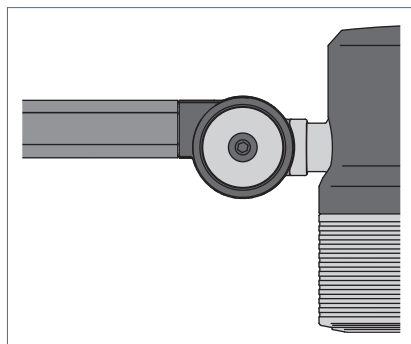

Fig. 4: Giunto e vite del giunto.
- Nel caso di un'apparecchio d'illuminazione con giunti: stringere tutte le viti del giunto finché l'apparecchio d'illuminazione non rimane bloccato nella posizione desiderata, vedi Fig. 4.